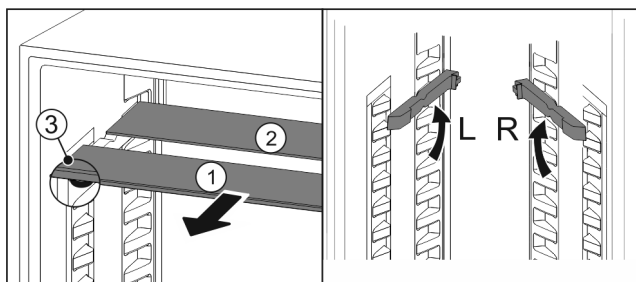

Fig. 107
- ▶ Wyciągnąć Fig. 107 (1) pojedynczo półki szklane do przodu.
- ▷ Płyta szklana Fig. 107 (1) z listwą ozdobną znajduje się z przodu.
- ▷ Stopery Fig. 107 (3) wskazują w dół.